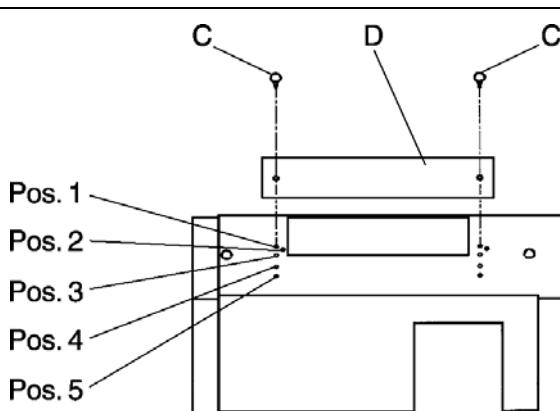

Рис. 3.14
На заводе заслонка котла устанавливается в положение «1» (рис. 3.14).
- Отвинтите 2 винта (C) и установите заслонку (D) в нужное положение (смотри таблицы на странице 15), после чего зафиксируйте ее с помощью винтов, которые были сняты перед этим (рис. 3.14).